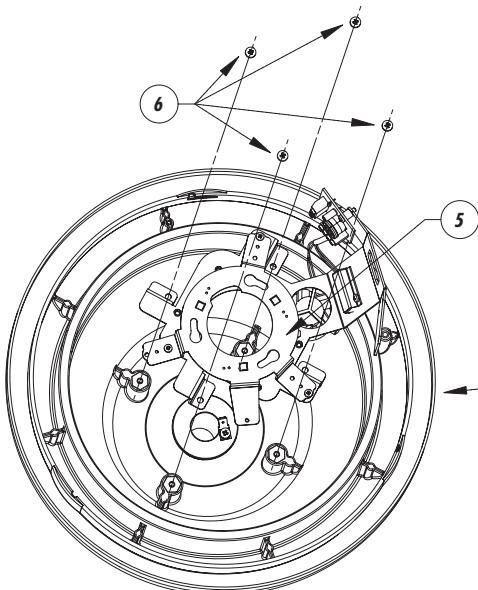
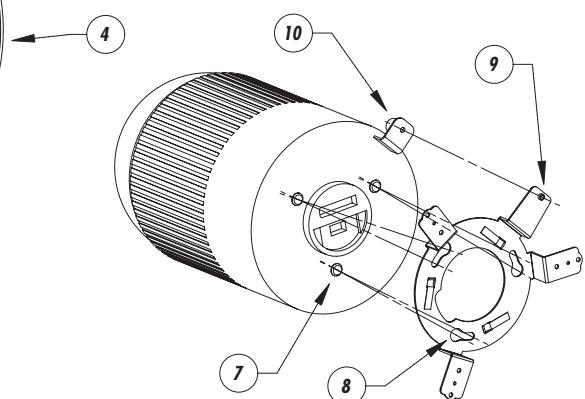
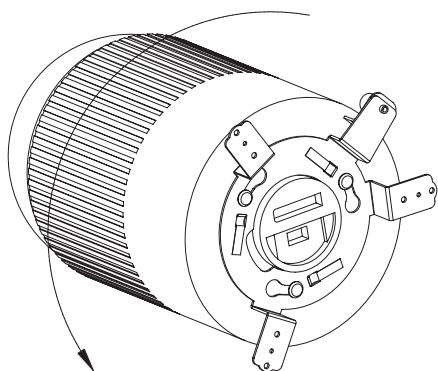
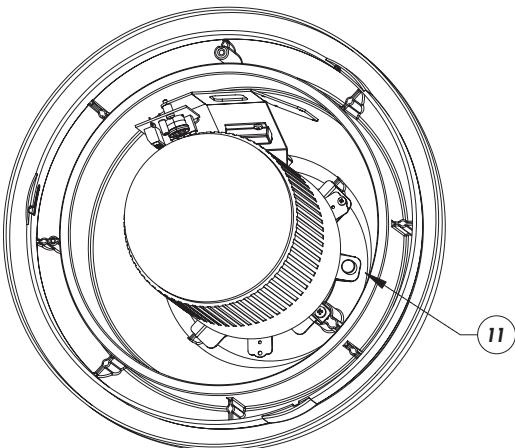

Fig. 7
Fig. 8
Fig. 9
Fig. 10
- Fissare (Fig. 7) l'adattamento (5) alla custodia a sfera (4) mediante le 4 viti di fissaggio (6).
- Allineare (Fig. 8) i 3 perni presenti sul fondo della telecamera network (Fig. 7) con i fori-asole della piastra (8). Una volta centrati, effettuare una leggera rotazione della telecamera network (Fig. 9) finché i perni verranno bloccati nelle rispettive asole.
- Controllare (Fig. 8) che il foro sulla staffa (9) sia allineato con la vite di fissaggio (10) e serrare quest'ultima per fissare la telecamera network (Fig. 10).
- Fixer (Fig. 7) l'adaptateur (5) au caisson dôme (4) au moyen des 4 vis de fixation (6).
- Aligner (Fig. 8) les 3 axes prévus sur le fond de la caméra réseau motorisée (Fig. 7) avec les fentes de la plaque (8). Après avoir procédé au centrage, tourner légèrement la caméra réseau motorisée (Fig. 9) jusqu'à bloquer les axes dans leurs fentes respectives.
- Contrôler (Fig. 8) que la fente sur l'étrier (9) soit alignée en utilisant la vis de fixation (10) et la serrer pour fixer la caméra réseau motorisée (Fig. 10).
- Fix (Fig. 7) the adapter (5) to the spherical housing (4) using the 4 fastening screws (6).
- Align (Fig. 8) the 3 pins on the base of the network camera (Fig. 7) with the keyhole slots on the plate (8). When they have been centred, turn the network camera slightly (Fig. 9) until each pin is locked into its slot.
- Verify (Fig. 8) that the bracket hole (9) is aligned with the fastening screw (10) and tighten it in order to fix the network camera (Fig. 10).
- Fixieren (Fig. 7) Sie die Adapter (5) an dem Kugelgehäuse (4) mit Hilfe der 4 Befestigungsschrauben (6).
- Die 3 vorhandenen Stifte am Boden der Netzwerk Kamera (Fig. 7) werden in die Langlöcher der Platte (8) eingeführt (Fig. 8). Danach die Netzwerk Kamera leicht drehen (Fig. 9), damit die Stifte in ihren Langlöchern blockiert werden.
- Kontrollieren Sie (Fig. 8), daß das Loch der Halterung (9) mit der Befestigungsschraube (10) ausgerichtet ist. Die Schraube abschließen, um die Netzwerk Kamera (Fig. 10) zu fixieren.